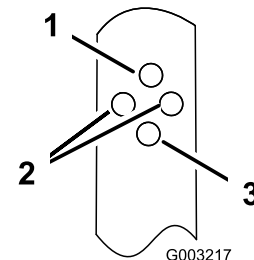

Figure 18
2. Insérez le boulon dans le trou de chaque support de sorte à régler le guidon à la hauteur voulue (Figure 18).